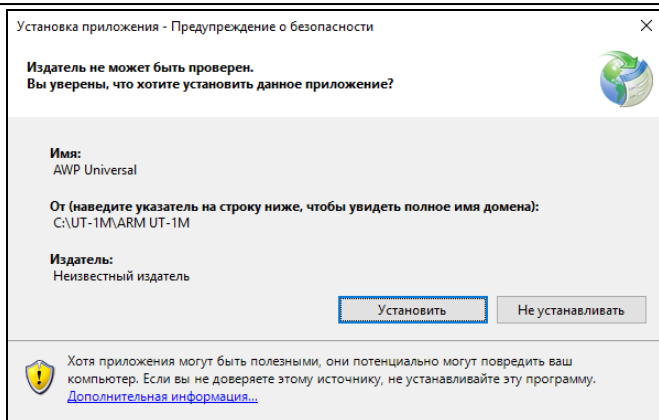

Рисунок 2.21 – Установка «ARM UT-1М»
5. Установить программу для работы с прибором, для этого запустить файл установки программы (setup.exe) из папки «ARM UT-1M» и нажать кнопку «УСТАНОВИТЬ» (рис. 2.21).